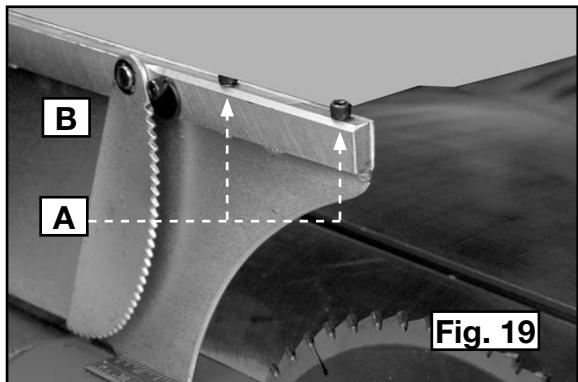
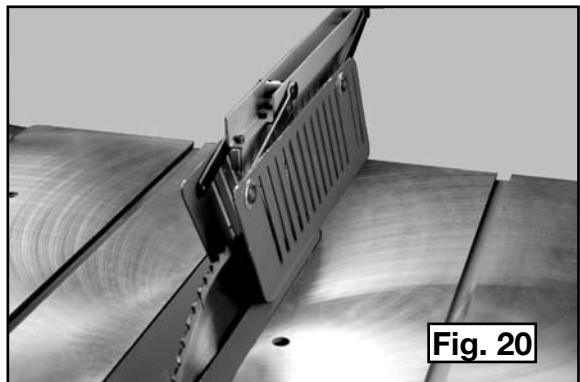

Fig. 19
Fig. 20
- Enlever les deux boulons (A), fig. 19, du sommet du couteau séparateur (B). Fixer l'ensemble du panier du protège-lame fig. 20, au couteau séparateur à l'aide des deux boulons.